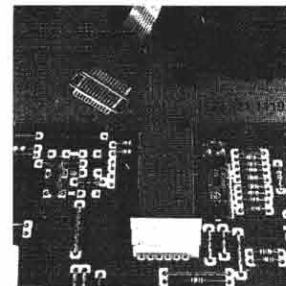

fig.2
3. Curto-circuito a placa de circuito impresso com uma folha metálica (código 4822 321 11197) ligado no conector do flexfoil (fig.2).